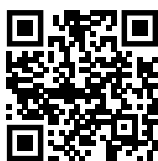

Fig. 184
- Atverkite Liebherr SmartMonitoring Dashboard. (žr. Fig. 184)